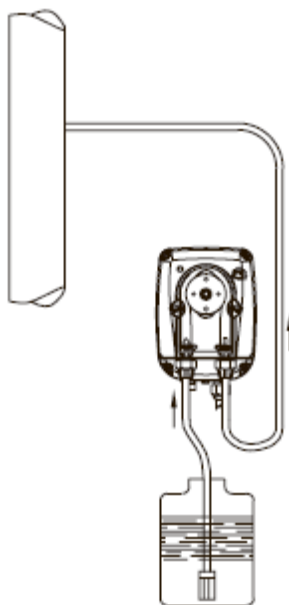

Рис. 5
c. — Расположите насос, как показано на рис. 5, учитывая, что его можно устанавливать, как выше, так и ниже уровня дозируемой жидкости, при этом перепад уровней не должен превышать 2-х метров. Не устанавливайте насос над емкостью с химическими препаратами, выделяющими большое количество паров, за исключением случаев, когда емкость герметично закупорена.